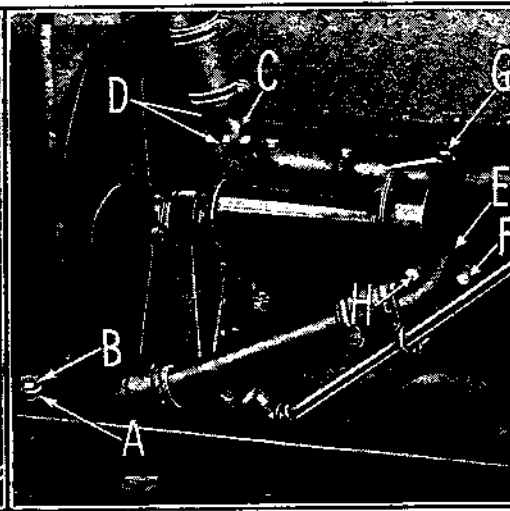

Fig. 104
- c) Mettre la cuvette supérieure sur les 2 goujons (voir A, fig. 104) et visser les écrous crénelés B assez loin pour permettre de les goupiller.